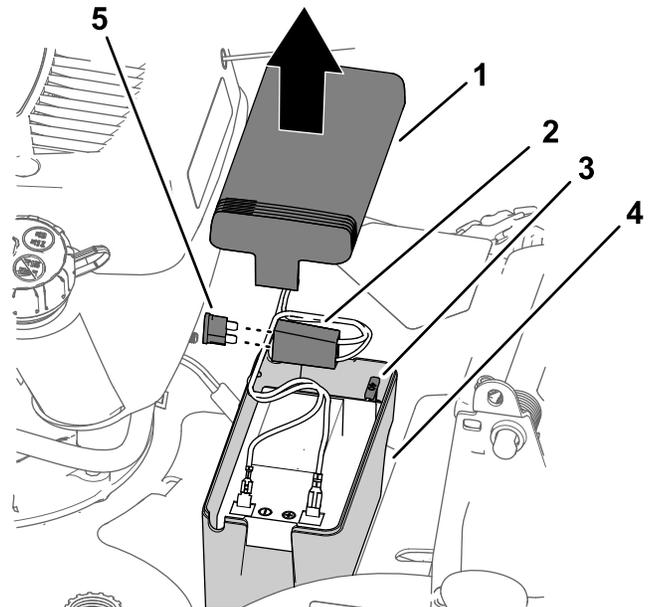

Figure 31
1. Enlevez le couvercle du logement de la batterie (Figure 31).
2. Localisez le fusible (Figure 31).
3. Remplacez le fusible dans le porte-fusible (Figure 31).
4. Remplacez le couvercle sur le logement de la batterie (Figure 31).